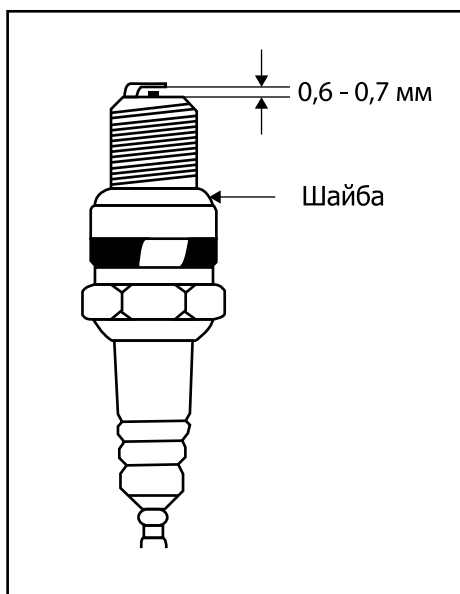

Рис. 6
1. Проверьте зазор свечи зажигания. Он должен составлять 0,6-0,7 мм (Рис. 6).